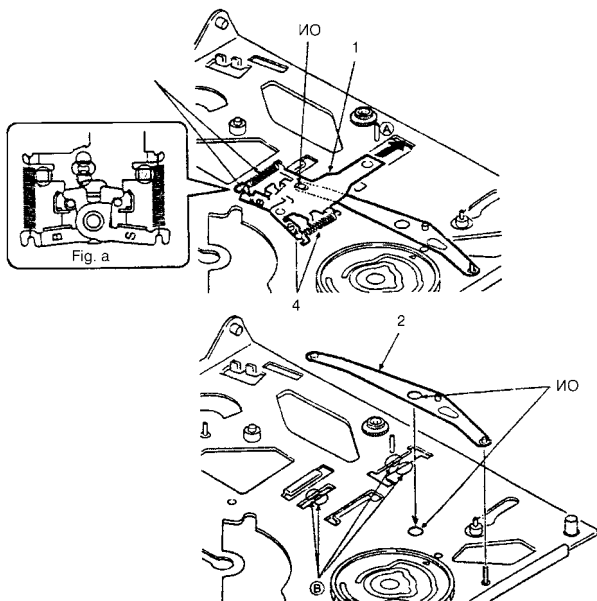

Рис. 6. Демонтаж ползуна
Этап 5 – демонтаж ползуна GL (1) производят после выполнения предыдущих операций, ориентируясь на рисунок 6. Сдвигают ползун в направлении стрелки А. Затем удаляют рычаг GL (2). При сборке нужно иметь ввиду разные цвета пружин: черная (3) и светлая (4), так как пружины не одинаковы. Перед сборкой наносят густую смазку на узел ползуна GL (1) в точках, показанных на (Fig. a) кружками, а на шасси в 4-х точках соприкосновения ползуна с шасси (позиции В). После установки узлов ползуна GL и рычага GL необходимо совместить идентификационное отверстие ИО на рычаге с соответствующим отверстием на шасси.